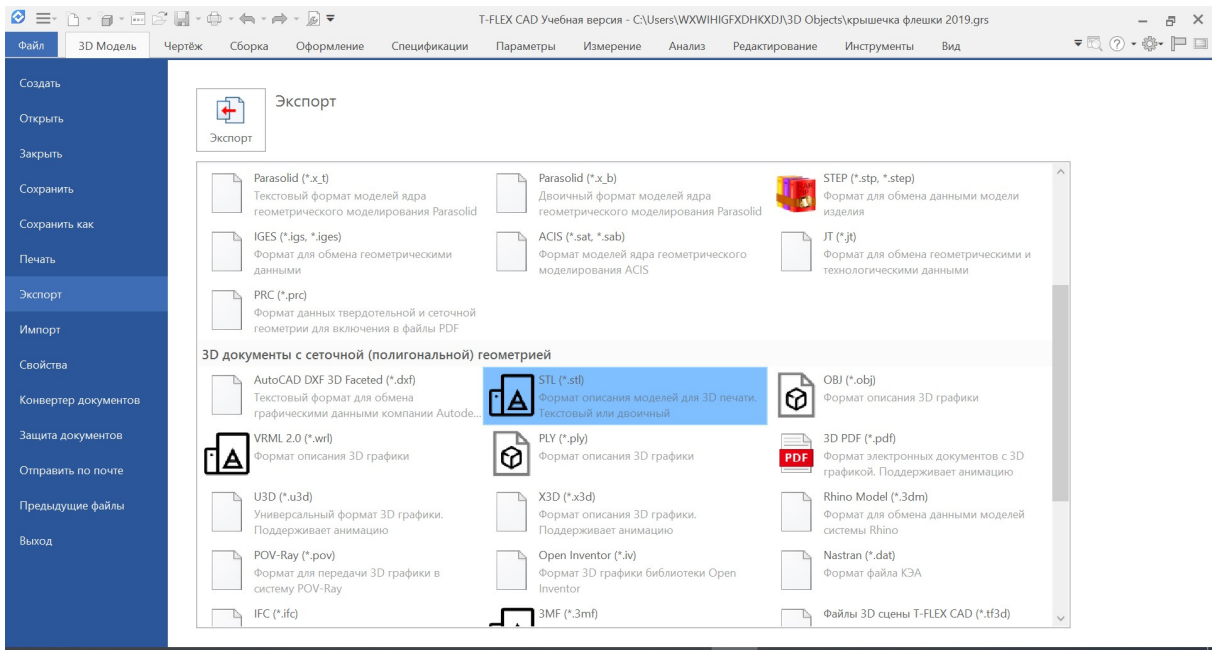

Рис. 83
2) сохраним саму модель в формате STL – вкладка «ленты» **Файл**, команда **Экспорт**. Далее в раскрывшемся окне (в нижней части списка доступных форматов) ищем раздел «3D документы с сеточной (полигональной) геометрией» и в нем – иконку STL (рис. 83). На этой иконке выполняем двойной щелчок мышью и в открывшемся окне выбираем место сохранения файла с моделью. В отдельно выданном окне параметров экспорта можно ничего не менять и просто нажать кнопку **ОК**.